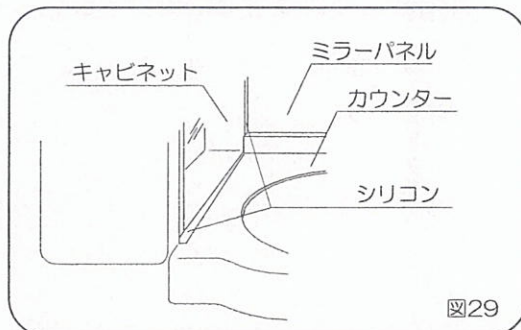

図29
- キャビネットとカウンターとのスキ間、ミラーパネルとキャビネットのスキ間を、シリコンでコーキングしてください。(図29)